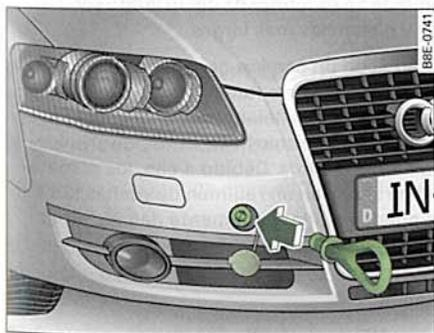

Fig. 243 Parachoques delantero: Argolla de remolque enroscada
- Atornille la argolla de remolque hasta el tope en la rosca ⇒ fig. 243 y apriétela con la llave de rueda.